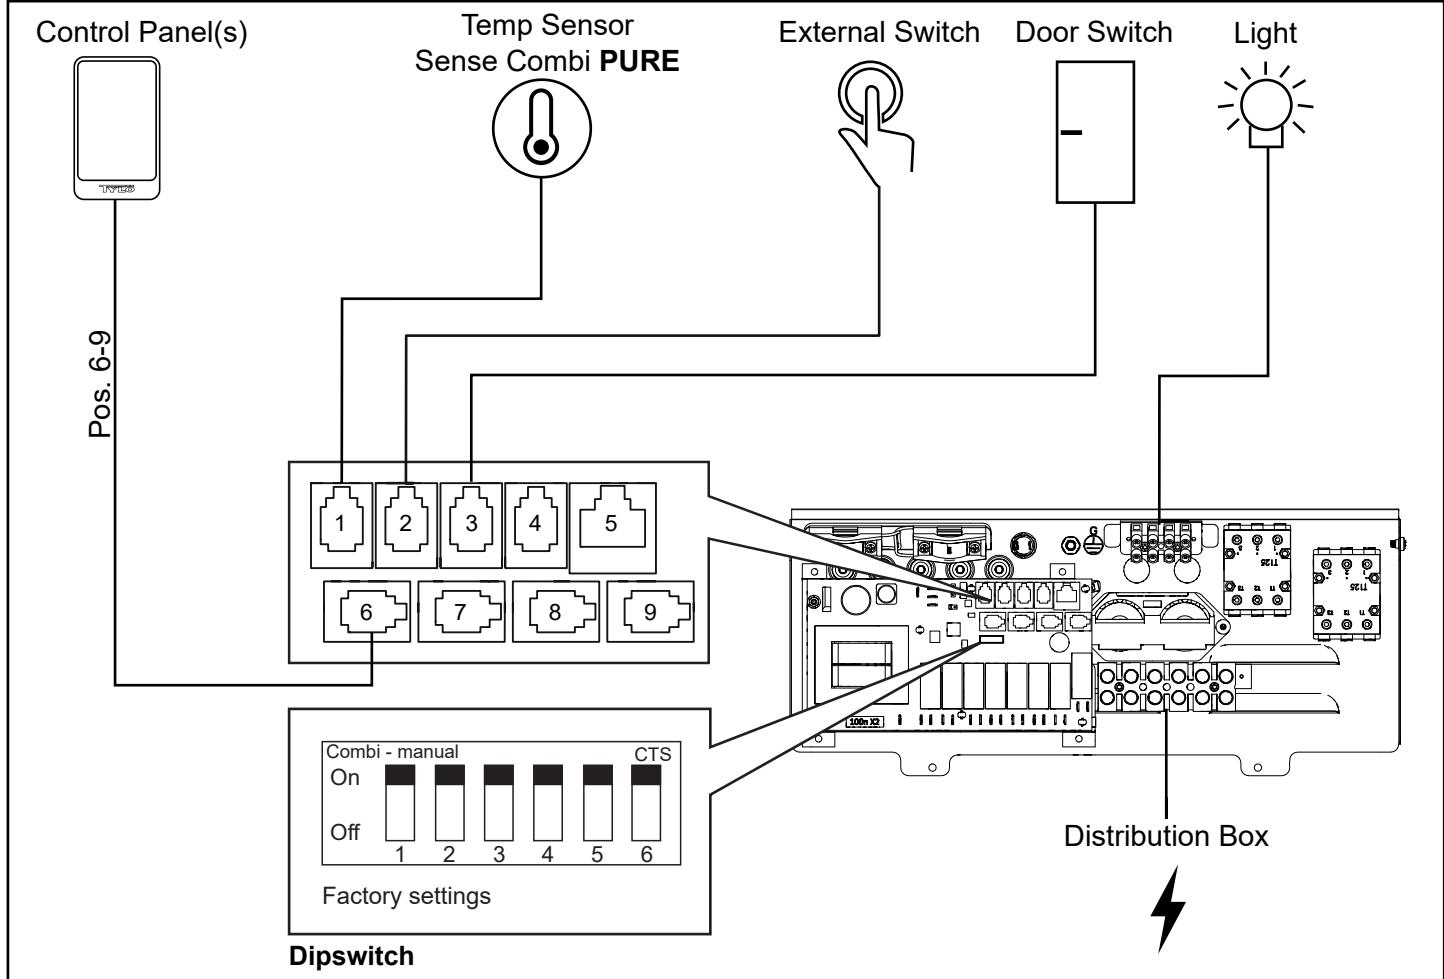

Fig. 20. Schematisk installation Sense Combi Pure
6. **Combi Pure:** Anslut sensors kabel till NTC-kontakten på kretskortet (position 1) (se Fig 20).